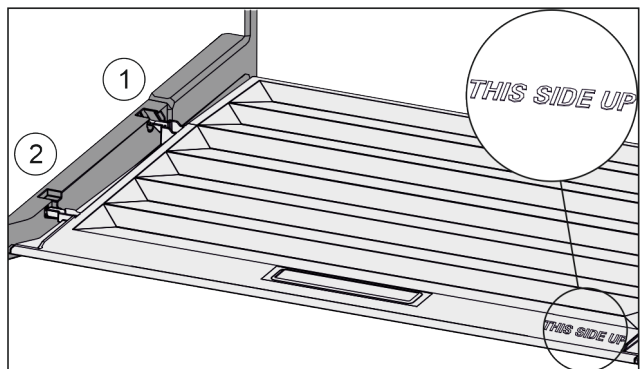

Fig. 60
- ▶ Пъхнете шийките на капака през отвора в задния държач Fig. 60 (1) и фиксирайте отпред в държача Fig. 60 (2).